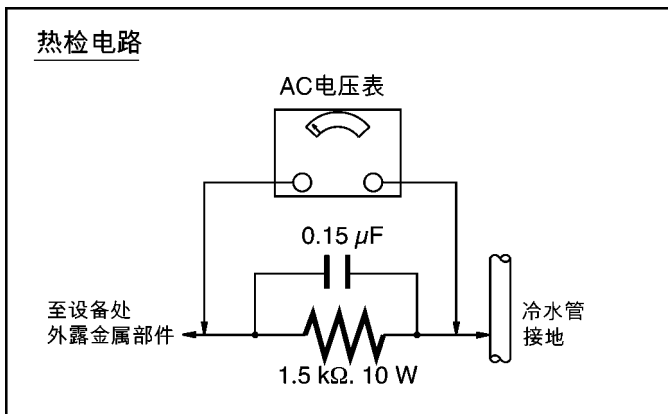

图 1
#### 2.1.2. 漏电热检查（图 1）
2. 在设备上各外露金属部分和良好接地之间连接一个  $1.5k\Omega$ ， $10W$  的电阻，并与  $0.15\mu F$  的电容器并联，如图 1 所示。